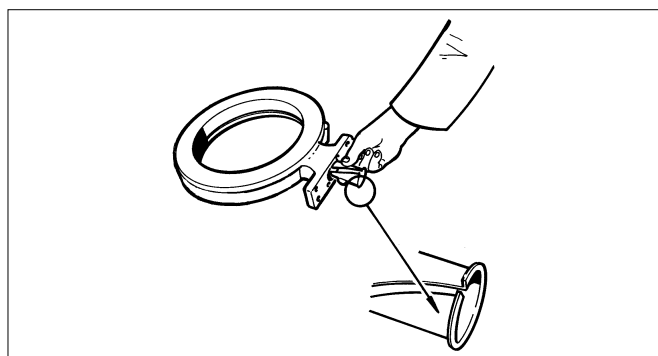

Fig. 14. Montaje de cojinetes estándar
- Monte los cojinetes en el cuerpo (ver Fig. 14).